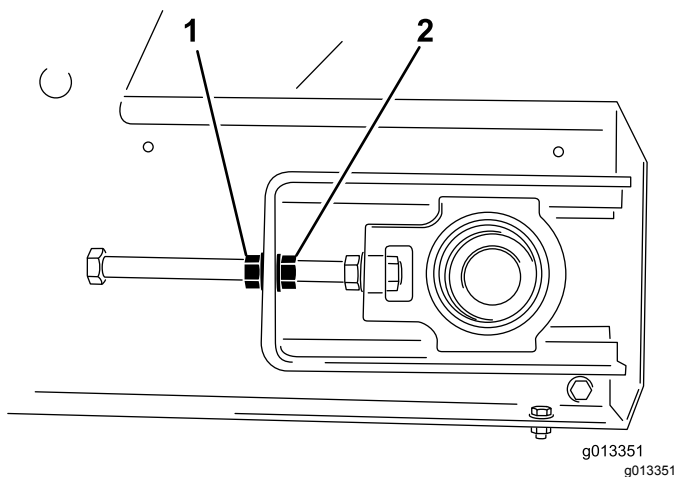

Bild 55
4. Halten Sie das Ende der Spannstange mit zwei Schraubenschlüsseln fest und lösen Sie die Sicherungsmutter, d. h. die Mutter, die dem Stangenende am nächsten ist (Bild 55).
3. Halten Sie das Ende der Spannstange auf der Seite fest, nach der das Band zieht; lösen Sie dann die Sicherungsmutter und ziehen die Einstellmutter um zwei Umdrehungen der Mutter an (Bild 55).